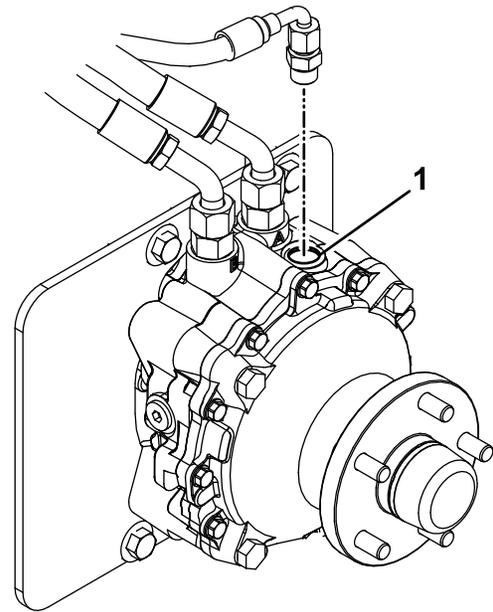

Figure 71
9. Retirez le bouchon de l'orifice de remplissage sur le dessus de chaque moteur de roue (Figure 71).